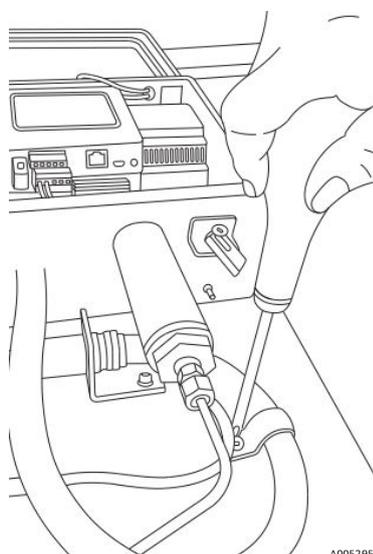

Figure 87. Retirer le collier de conduit
8. Retirer la vis de serrage de conduit à l'aide d'un tournevis Philips. Voir la figure 87.